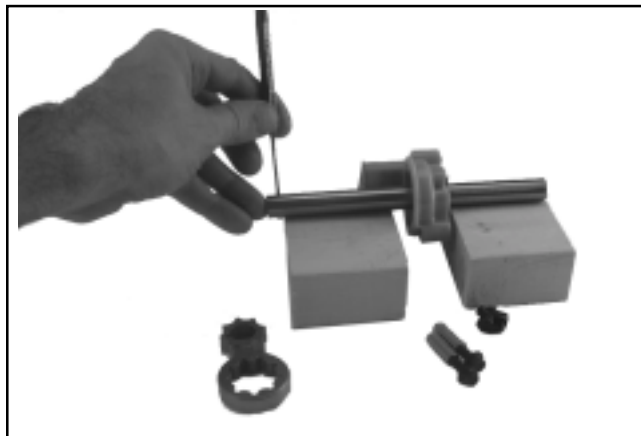

Figure 8-43. Séparation de la pompe à huile de l'arbre à cames du côté admission.
- Si nécessaire, la pompe à huile peut être séparée de l'arbre à cames du côté admission. Soutenir l'arbre de manière appropriée et sortir la goupille inférieure. La pompe à huile peut être retirée de l'arbre à cames. Voir la Figure 8-43.